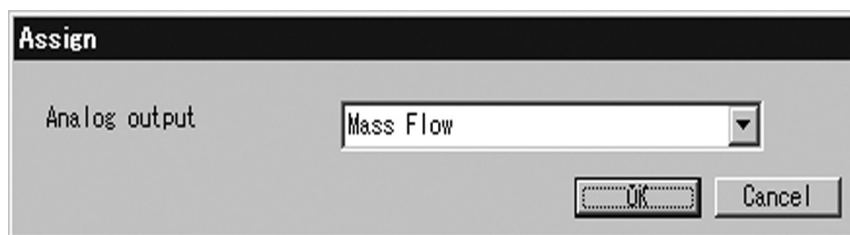

図20
② 図20のようなメッセージボックスが表示されます。ここではアナログ出力及びパルス出力の割付け(アサイン)を行います。